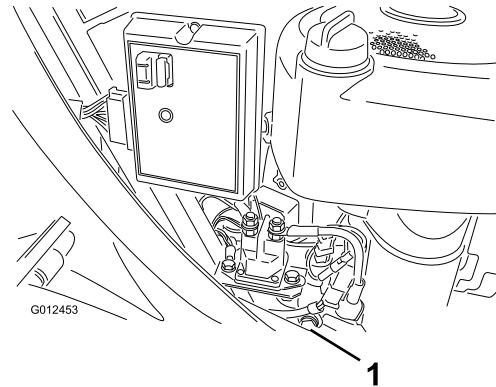

Bild 24
9. Nehmen Sie die Ölablassschraube ab, damit das Öl ablaufen kann (Bild 24).